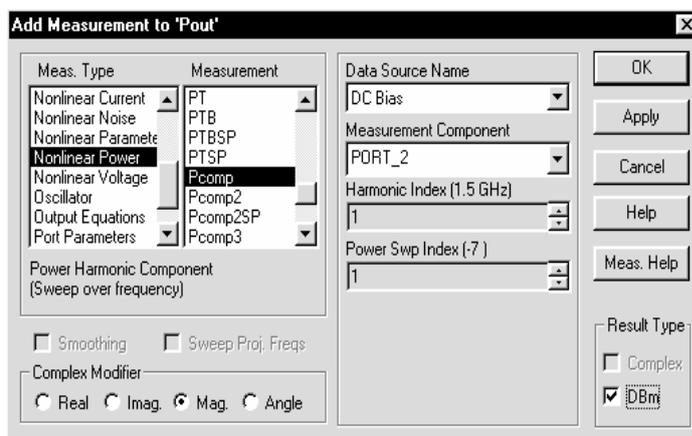

Рис. 3.22
5. Выберите **Nonlinear Power** (Нелинейная мощность) в окне списка **Meas Type**. Выберите **Pcomp** в окне списка **Measurement**. Выберите **DC Bias** в поле **Data Source Name**, выберите **PORT_2** в поле **Measurement Component**, выберите **1** в поле **Harmonic Index** и в поле **Swp Index**, выберите переключатель **DBm** в области **Result Type** и нажмите **OK** (Рис.3.22).